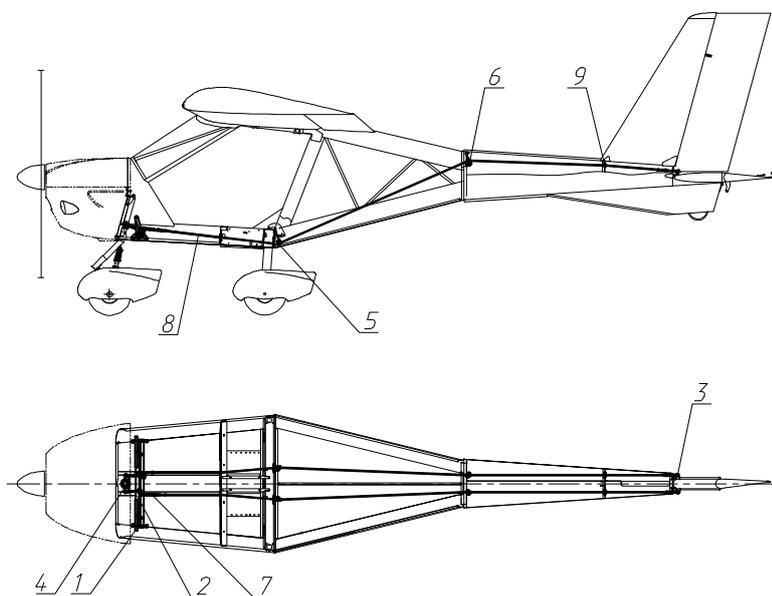

Abb. 7. Ruder- und Bugfahrwerk-Steuersystem
Die Pedale sind an zwei Wellen (Welle für linke Pedale (1) und Welle für rechte Pedale (2)) befestigt, die an den unteren Rumpfrägern angelenkt sind (Abb. 7). Jede Welle hat zwei Arme. Einer der Arme ist mit einem Seilzug mit dem Rudersteuerarm (3) verbunden, der andere - mit einer Stößelstange - mit dem Umlenkhebel (4) der Bugfahrwerkstrebe.